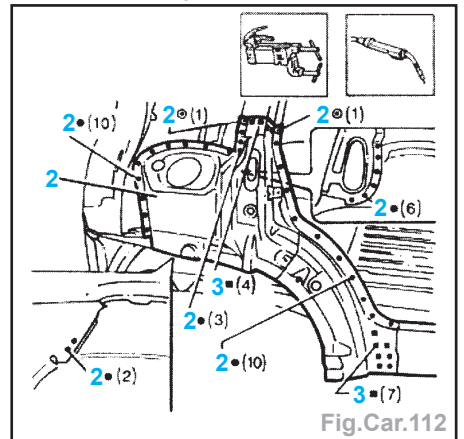

Fig.Car.112
- Effectuer des soudures (Fig.Car.112) :
- par points (2),
- en remplissage (3) dans les trous.